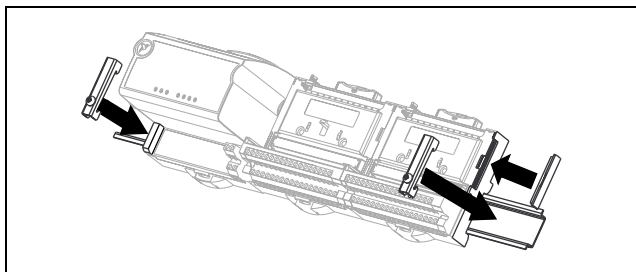

図 3. レールロックと保護カバーの追加
7. 図3のように、バンクにある最後のターミナルベースのローカルバスコネクタに保護カバーを取り付けます。レールロックをスライドさせてネジで留めることによって追加します。